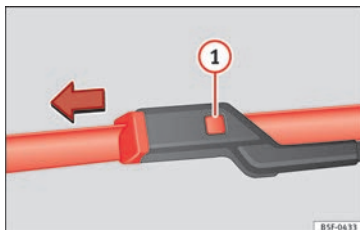

Fig. 80 Cambio de las escobillas del limpiaparabrisas.
- Mantenga presionada la tecla de desbloqueo » **fig. 80 1** tirando ligeramente de la escobilla en el sentido de la flecha.